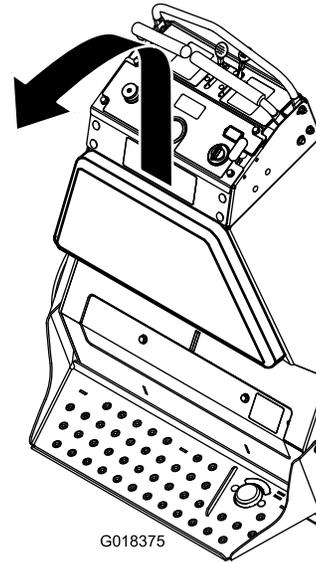

Figura 5
3. Afloje los 4 pernos situados dentro del bastidor que sujetan el cojín trasero a la unidad. Levante y tire hacia atrás del cojín para retirarlo (Figura 5).